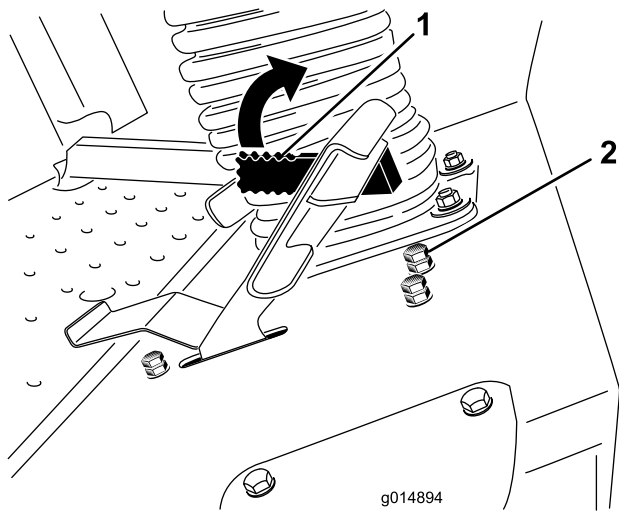

図 41
刈り込み速度リミッタ・レバー図 41を前方に半回転させると刈り込み時の走行速度を制限することができます。
3. 刈り込み速度制限ストップ・ボルトのジャムナットをゆるめる図 41。